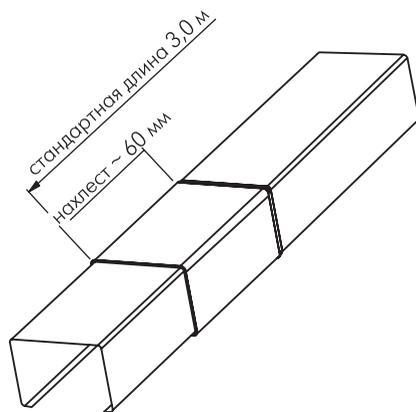

Рис. 4.5: RHEINZINK® – колпак, стык профилей с расширением
1. Готовый колпак для монтажа, механически спрофилированный с расширением 8 мм для точного соединения внахлест (см. рис. 4.5.)
4 составляющих RHEINZINK® -Системы «планок на защелках»: Планка из оцинкованной стали, колпак для завершения конька, колпак для завершения свеса кровли и фасада, колпак, стандартная длина 3,0 м с расширением или пасом длиной 8 см (см. рис. 4.5)